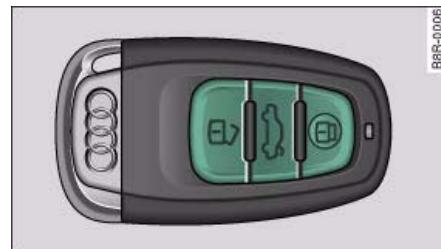

Fig. 23 Llave de control remoto: Teclas
- Pulse la tecla  para desbloquear el vehículo ⇒ fig. 23.
Si activa el bloqueo del maletero (“Portón trasero” **on**), el maletero no se podrá abrir por el asidero ⇒ página 38, fig. 29. En este caso, el portón del maletero se podrá abrir con la tecla ↵ de la llave de control remoto ⇒ página 33, fig. 23 o bien con la tecla de desbloqueo* en la puerta del conductor ⇒ página 38, fig. 30. En vehículos con llave de confort*, el asidero sigue habilitado siempre que se encuentre una llave autorizada en las proximidades del sensor de acercamiento.